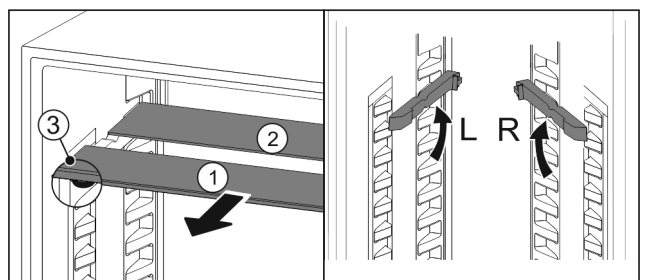

Fig. 20
- estrarre i ripiani di vetro singolarmente tirando in avanti Fig. 20 (1).
- ▷ Il piano in vetro Fig. 20 (1) con il motivo ornamentale è nella parte anteriore.
- ▷ I fermi Fig. 20 (3) sono rivolti verso il basso.